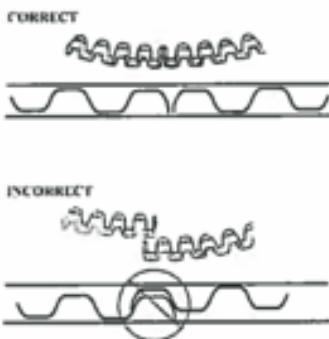

figura 2
- Il raschiaolio è composto da 3 elementi: un segmento, una molla e un secondo segmento. La cosa più importante è che le estremità della molla non si sovrappongano (figura 2).